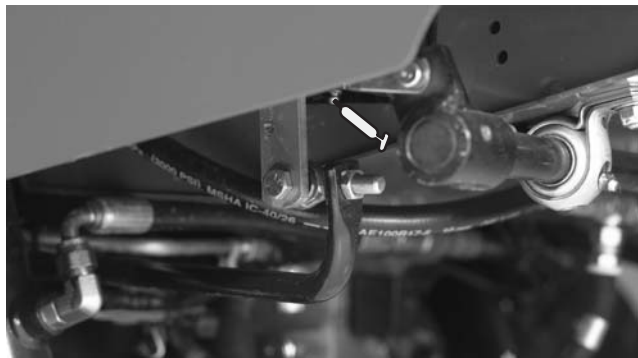

Bild 33
- Fahrpedal-Drehbüchsen (1) (Bild 33)